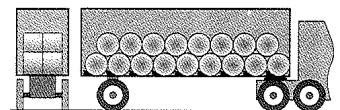

FIGURA P7-25 Problema 7-56
**7-56 Un tráiler se volcó mientras circulaba por una rampa de salida de la autopista New York Thruway. La carretera tiene un radio de 50 pies en ese punto y una inclinación de 3° hacia la parte externa de la curva. La caja del tráiler de 45 pies de largo por 8 pies de ancho por 8.5 pies de altura (13 pies de piso a techo) iba cargada con 44 415 lb de rollos de papel en dos filas por dos capas como se muestra en la figura P7-25 (p. 265). Los rollos eran de 40 pulgadas de diámetro por 38 de largo y pesaban aproximadamente 900 lb cada uno. Estaban calzados contra rodamiento hacia atrás, pero no contra deslizamiento hacia los lados. El tráiler vacío pesaba 14 000 lb. El conductor declaró que viajaba a menos de 15 mph y que la carga de papel se movió adentro del tráiler, y golpeó la pared lateral y volteó el camión. La compañía papelerera que cargó el camión afirma que la carga fue apropiadamente estibada y que a esa velocidad no podría haberse movido. Pruebas independientes del coeficiente de fricción entre rollos de papel similares y un piso de tráiler similar arrojan un valor de 0.43 ± 0.08 . El centro de gravedad compuesto del tráiler cargado se estima que estaba a 7.5